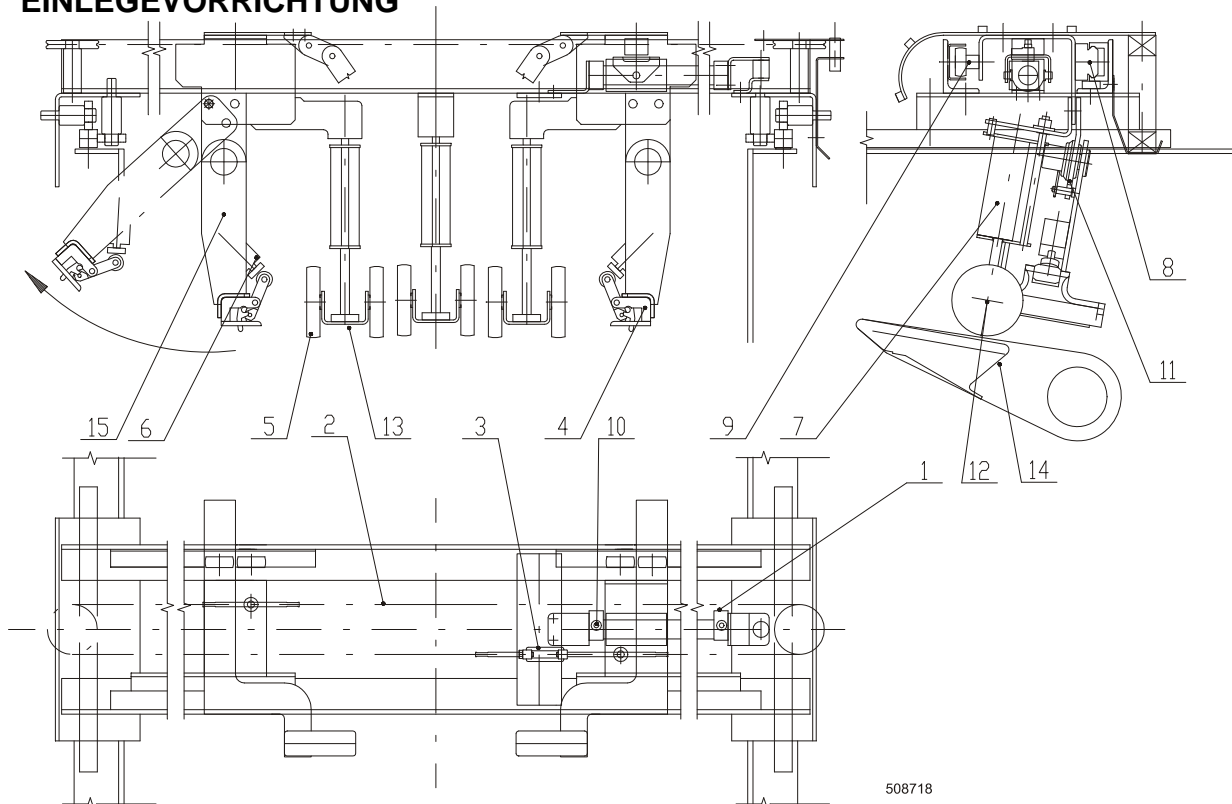

Abb. 5.2.2.A Einlegevorrichtung
1. Einstellung der Vorschubgeschwindigkeit von Spannern wird mit Hilfe von Drosselventils, Abb. 5.2.2.A, Pos. 10, an einer linearen Pneumatikeinheit (1) vorgenommen. Die Spannkraft wird durch einen Druckregler im rechten Ständer (~ 3 bar) eingestellt, und ist von der Art der gebügelten Wäsche abhängig. Zu hohe Kraft verursacht eine Wäschedeformierung beim Einlegen, und hat ungünstigen Einfluß auf die Bügelendqualität.
2. Regelmäßig das Anziehen von Schrauben an den Spannern (4) prüfen. Falls Schrauben gelockert sind, droht Verlust von Kleinteilen aus den Spannern.
3. Seil (2) der Wagenbewegung der Spanner in mäßig gespanntem Zustand halten. Das Spannen wird mittels Spanner (3) vorgenommen (3).
4. Regelmäßig das Anziehen der Schrauben (12), (13) und Andruckrollen (5) prüfen.
5. Die „Rollon“-Führung (8) 2x pro Jahr mit Hilfe von Schmierbüchsen an den Wagenstirnseiten schmieren (Fett UNIREX S2; NLGI 2 KE 2S-50).